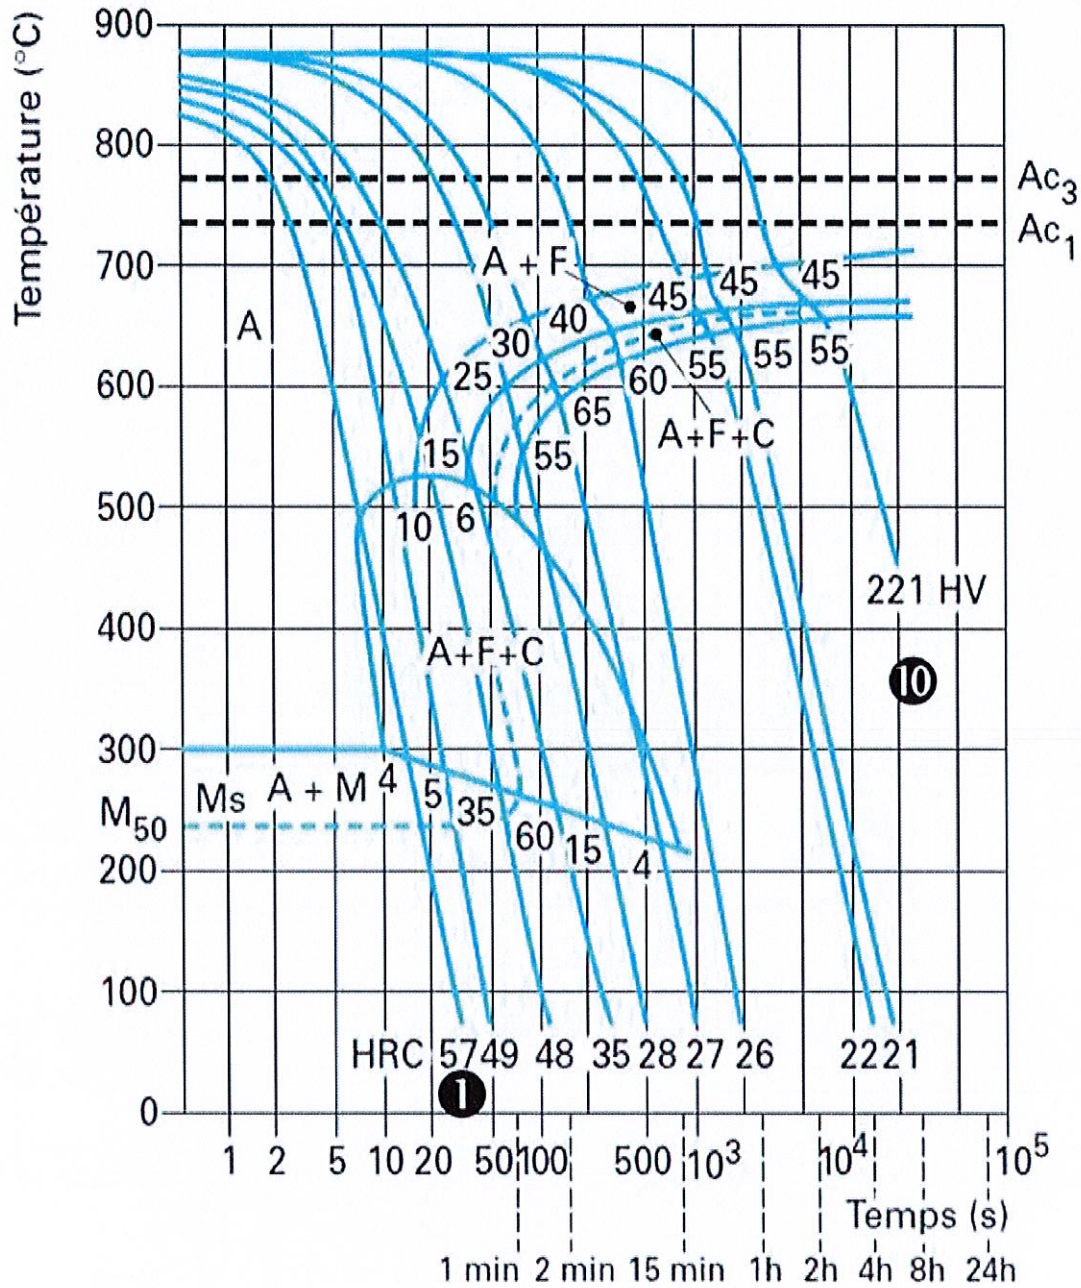

Figure 2a – TRC de l'acier 45 Mn5
- Identifier les différents domaines des TRC des Figures 2a et 2b.